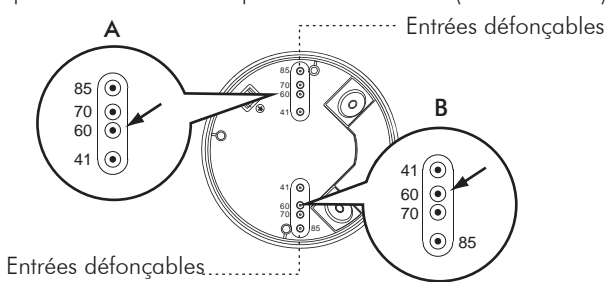

FIG. 12-A
- 3.4.3.1 Il existe 4 paires d'entrées défonçables ayant plusieurs distances allant de 41 mm à 85 mm au bas du couvercle de la boîte de jonction KDP3/5 FP associée. Et peuvent être choisies pour les différentes applications de montage (Voir FIG.12-A). Sélectionnez deux figures identiques sur les deux extrémités pour la distance correspondante de fixation (Voir FIG.12-B).